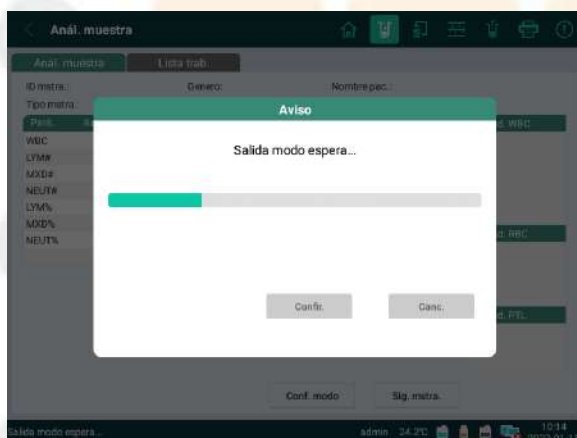
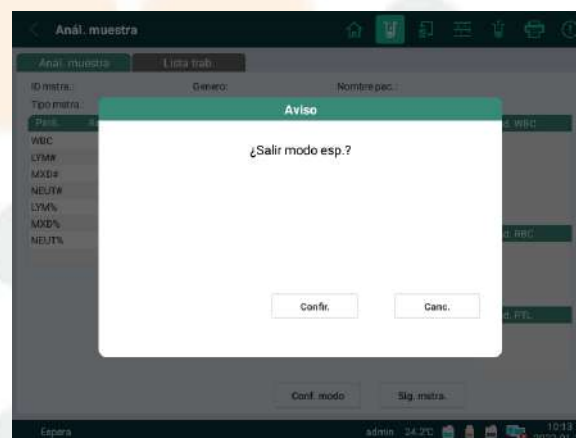

Imagen 5-12
Imagen 5-13
2. Aparecerá un cuadro emergente, como el de la Imagen 5-12. Pulse **Confir.** y aparecerá una barra de progreso, como se muestra en la Imagen 5-13.